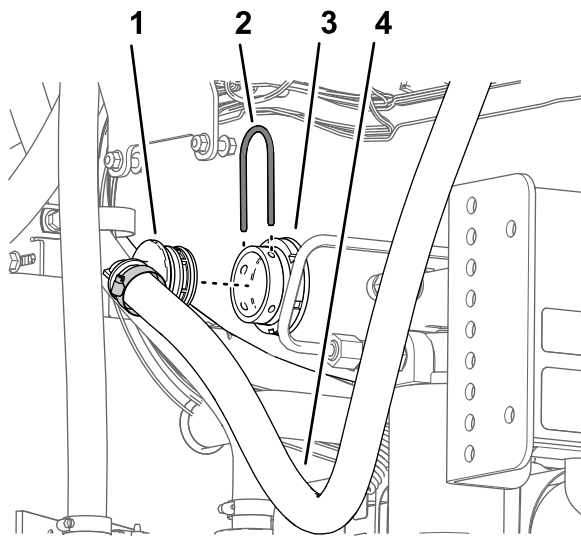

Figura 63
2. Rimuovete il fermo grande che fissa il raccordo dentellato a 90° all'estremità inferiore del flessibile di bypass al raccordo del diaframma del serbatoio dell'irroratrice (Figura 63).